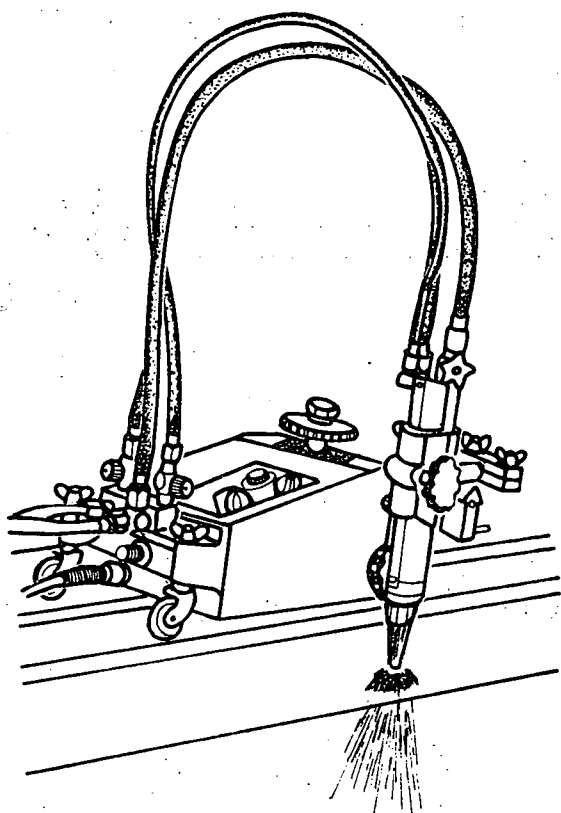

Fig. 10
- 2) O oxicorte pode ser mecanizado, para o qual utilizam-se máquinas de corte semi-automático (fig. 10 e 11).